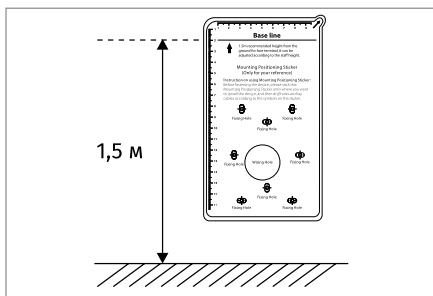

Рисунок 15. Рекомендованная высота установки контроллера «С2000-BIOAccess-SF6P»
2. Установку контроллера рекомендуется делать на высоте 1.5 м до базовой линии шаблона разметки, как показано Рисунок 15.